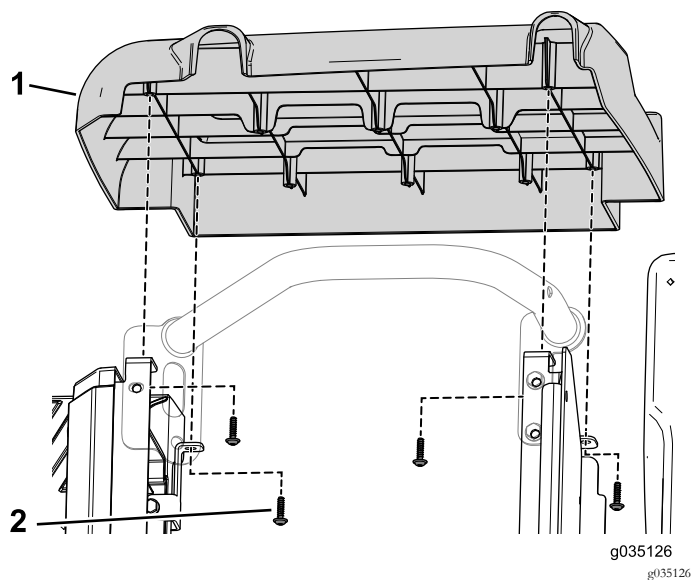

Figure 95
5. Avec les 8 vis autotaraudeuses (3/32" x 7/8"), fixez les panneaux latéraux gauche et droit du kit à la base des sièges avant (Figure 95).